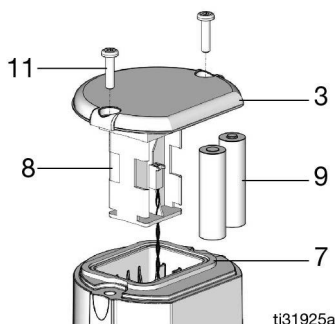

FIG. 10
1. Retire los dos tornillos (11) y la cubierta (3) (FIG. 10).
2. Saque con cuidado el compartimento de las pilas (8) del TLM lo suficiente para poder poner las pilas (FIG. 10).